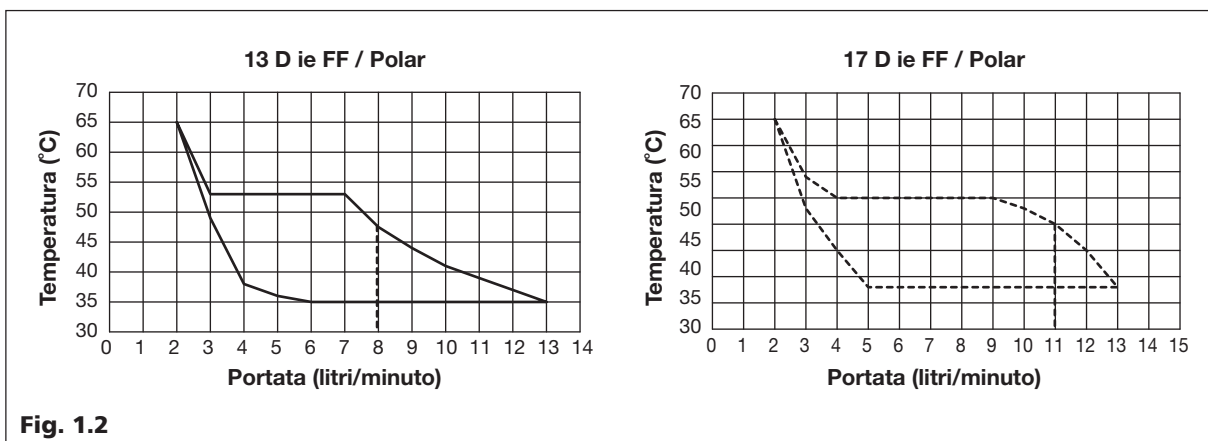

Fig. 1.2
1.5 Diagrammi campo di prelievo (Fig. 1.2)